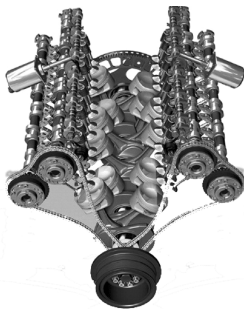

图 1-27 V 形
(2) **V 形** 将所有气缸分成两组, 把相邻气缸以一定夹角布置一起 (左右两列气缸中心线的夹角 $\gamma < 180^{\circ}$), 使两组气缸平面形成一个夹角, 从侧面看气缸呈 V 字形 (通常的夹角为 60°), 故称 V 型发动机, 如图 1-27 所示。目前有 V4、V6、V8、V10、V12、V16 等机型。V 型发动机机体宽度大, 而长度和高度小, 形状比较复杂, 但机体的刚度大, 质量和外形尺寸较小。